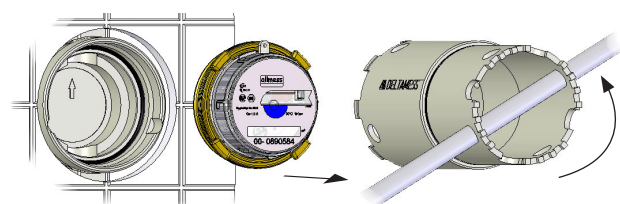

Bild 2 - Messkapsel herausdrehen
- Messkapsel mit Montageschlüssel herausdrehen (Bild 2).